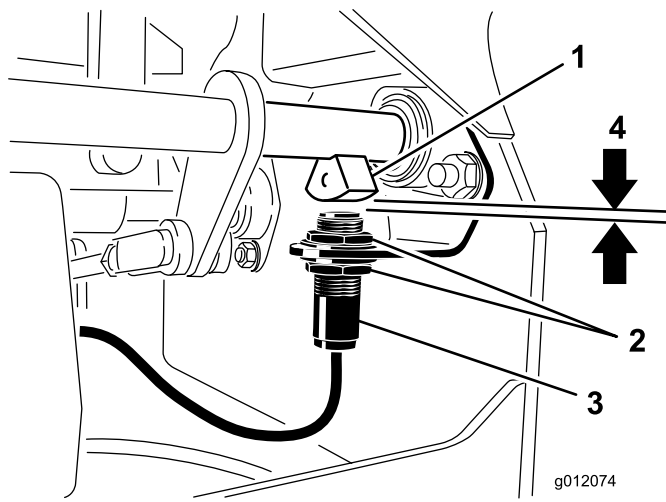

Figura 53
4. Spostate il microinterruttore verso l'alto o il basso, lungo la staffa, fino a quando la distanza tra il sensore dell'albero del freno e il pulsante del microinterruttore è di 3,9 mm (Figura 53).